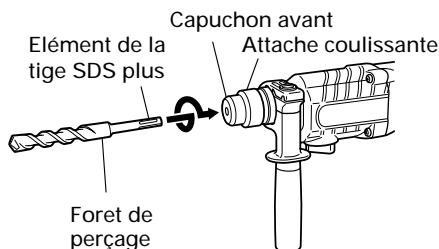
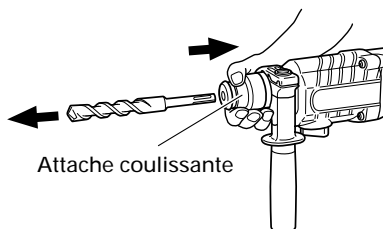

Fig. 2
Fig. 3
6. Montage du foret de perçage (Fig. 2)
- (1) Nettoyer la section de la queue du foret.
- (2) Insérer le foret en le tournant dans le porte-outil jusqu'à ce qu'il se verrouille. (Fig. 2)
- (3) Vérifier que le foret est bien verrouillé en tirant dessus.
- (4) Pour retirer le foret de perçage, tirer complètement l'attache coulissante dans le sens de la flèche et sortir le foret. (Fig. 3)